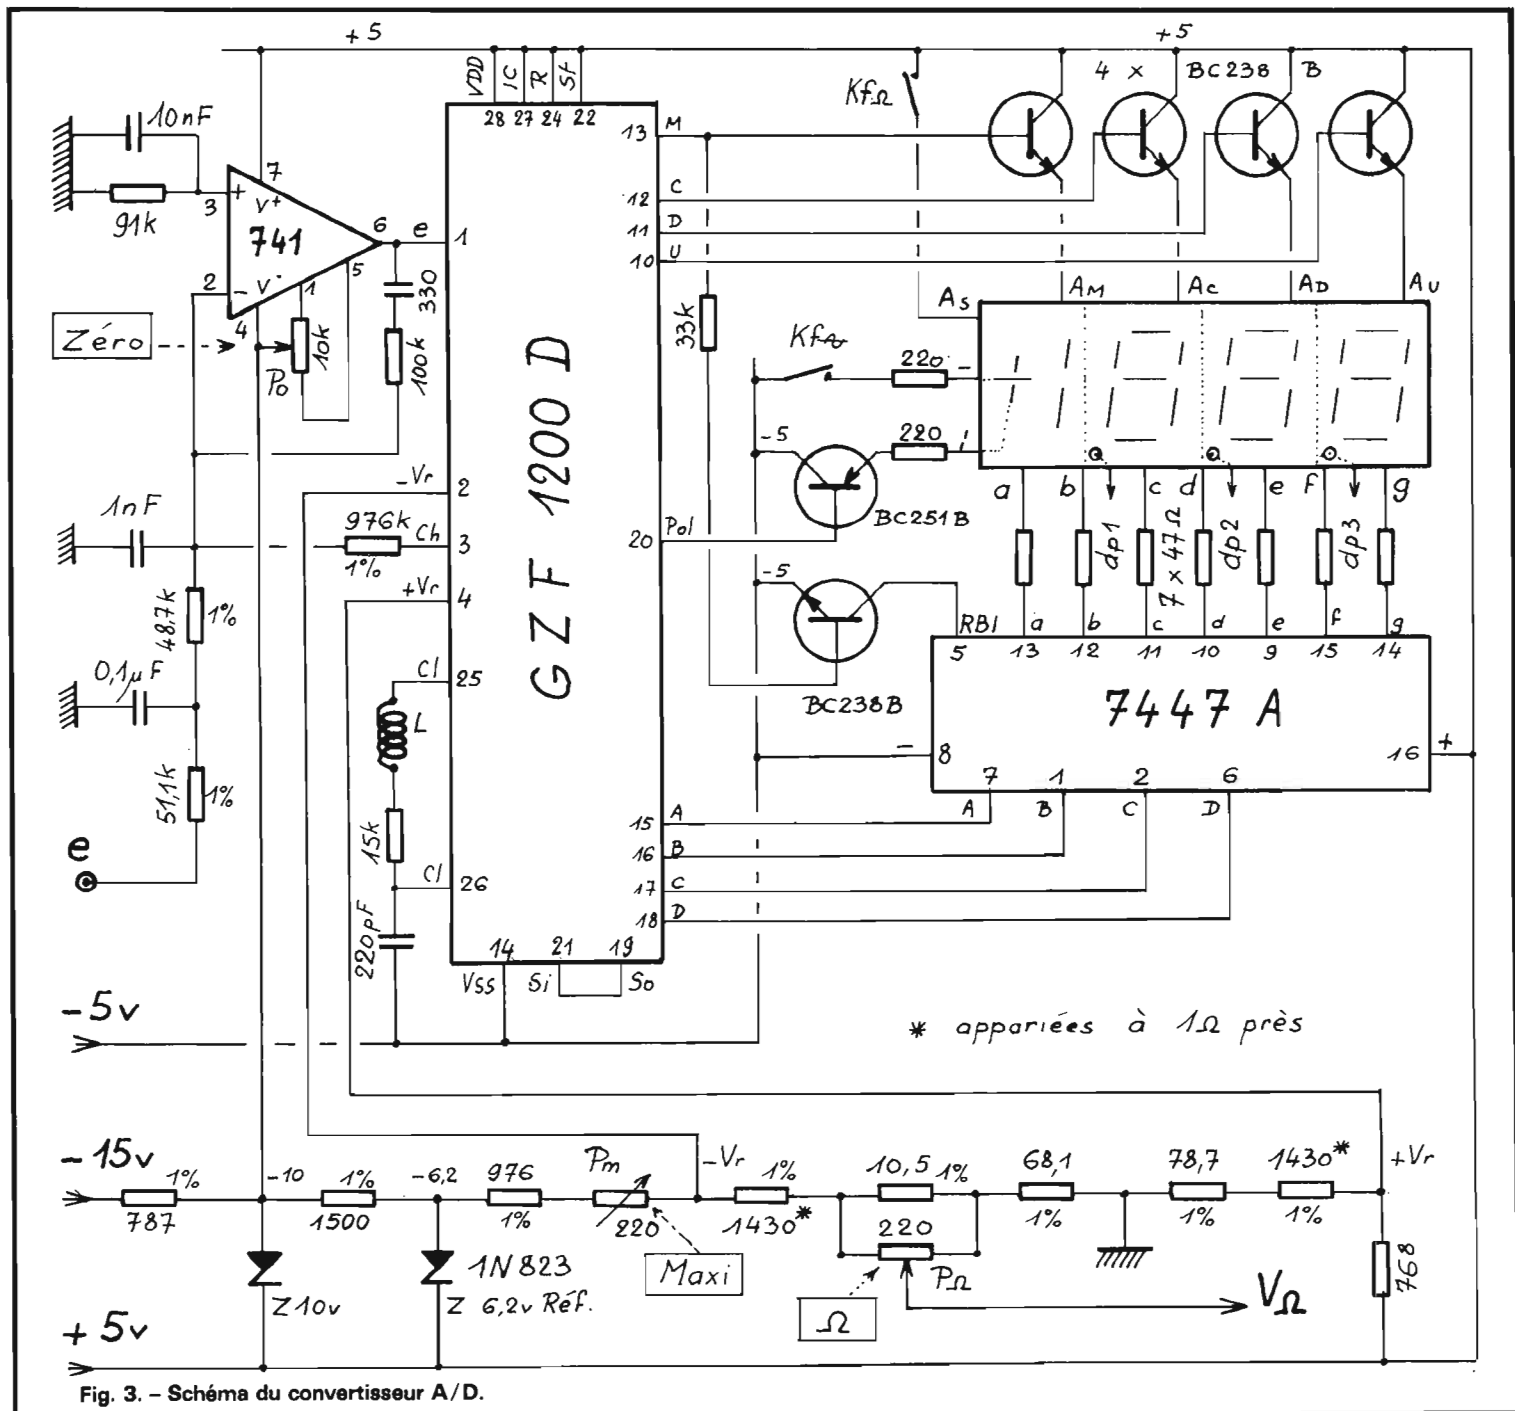

Fig. 3. - Schéma du convertisseur A/D.
b) Etude du schéma complet (Voir fig. 3).